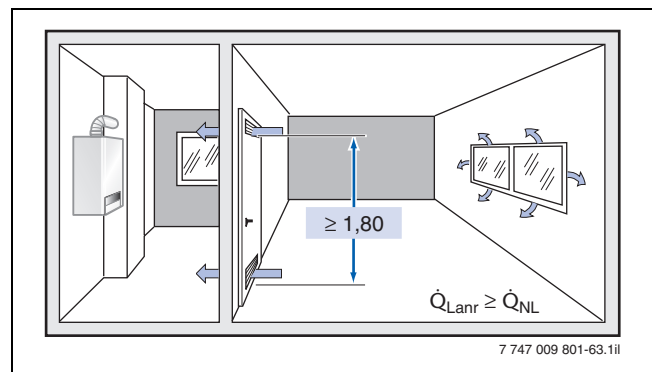

Bild 63 Unmittelbarer Verbrennungsluftverbund (Maße in m)
Die Verbrennungslufträume befinden sich direkt neben dem Aufstellraum (→ Bild 63).
- Ist der Aufstellraum **größer** als 1 m³ je 1 kW Gesamt-Nennwärmeleistung, sind lediglich Öffnungen entsprechend Bild 63 erforderlich.
Legende zu Bild 63: